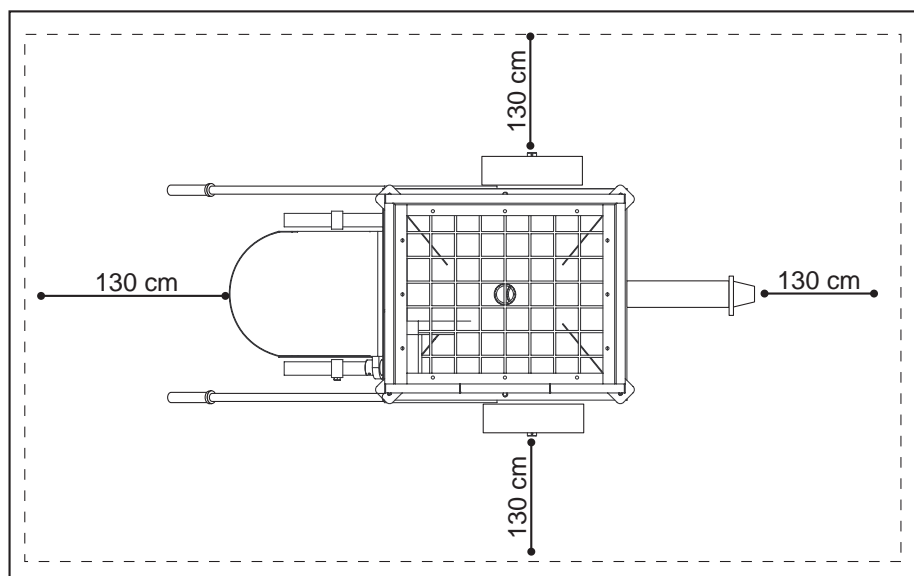

FIG.06
**Alrededor de la máquina deben haber pasajes (FIG.06), sin obstáculos y con un plano de pasos sin huecos o salientes peligrosos.**